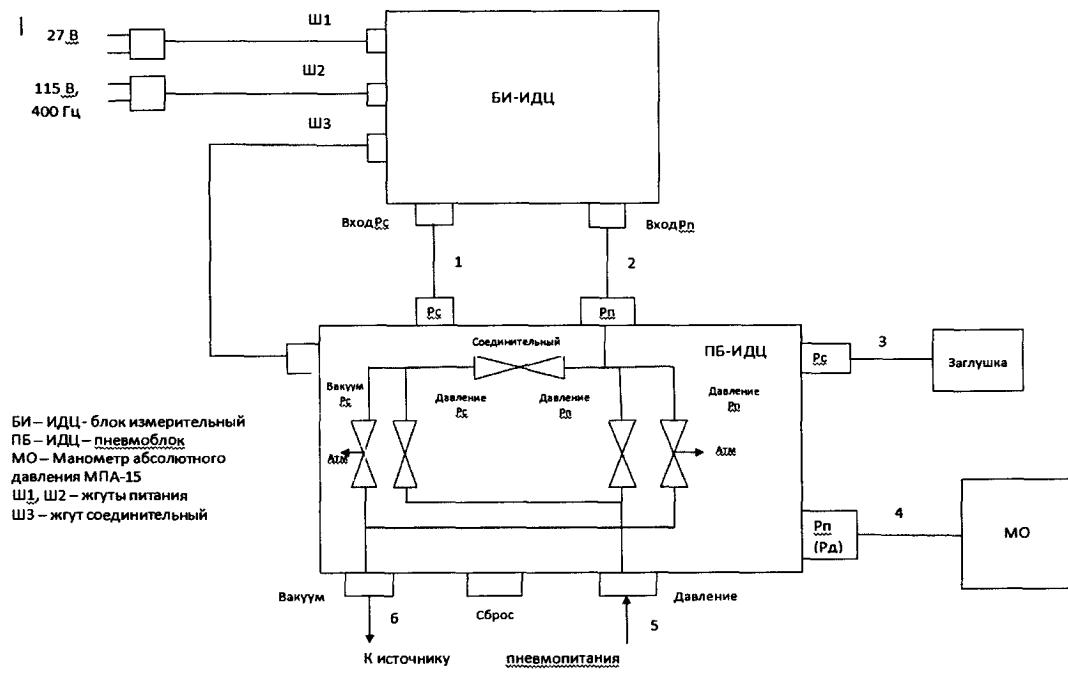

Рисунок 1 - Схема поверки измерителя
8.2.1 Соберите схему приведенную на рис. 1.
8.3.1 Собирите схему, приведенную на рис.1, провидите подготовку к работе образцового измерителя давления в соответствии с технической документацией на него.